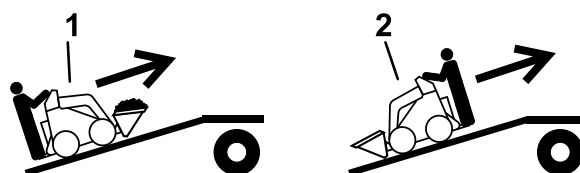

Figure 14
5. Placez toujours l'extrémité la plus lourde de la machine en haut de la rampe, la charge en bas, lorsque vous chargez la machine sur la remorque (Figure 14).